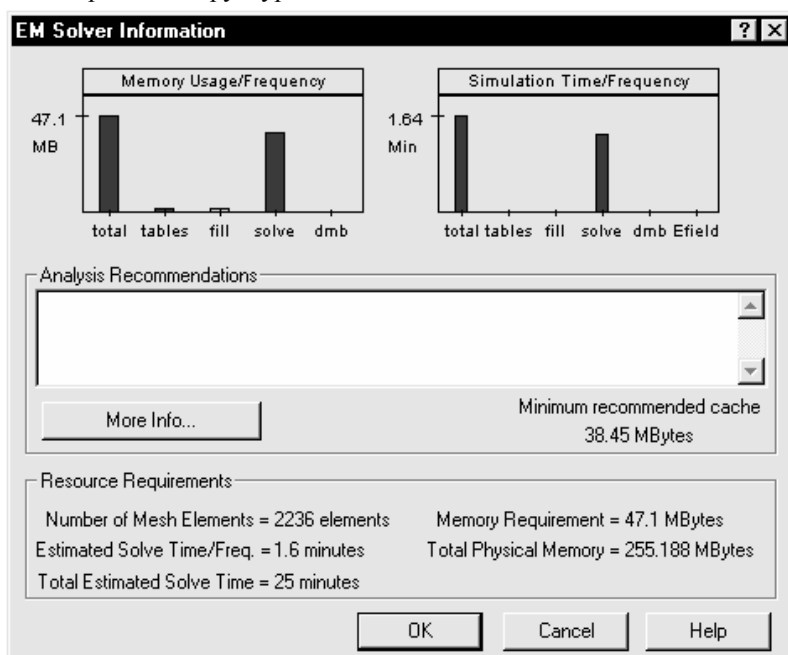

Рис. 4.15
1. Дважды щёлкните левой кнопкой мышки по подгруппе **Information** (Информация) стержневого фильтра (**Interdigital Filter**) в группе **EM Structures**. Откроется диалоговое окно **EM Solver Information** (Информация электромагнитного решающего устройства). В этом окне (рис. 4.15) отображается в виде гистограмм используемая память на частоту (**Memory Usage/Frequency**) и время моделирования на частоту (**Simulation Time/Frequency**). В области **Resource Requirements**